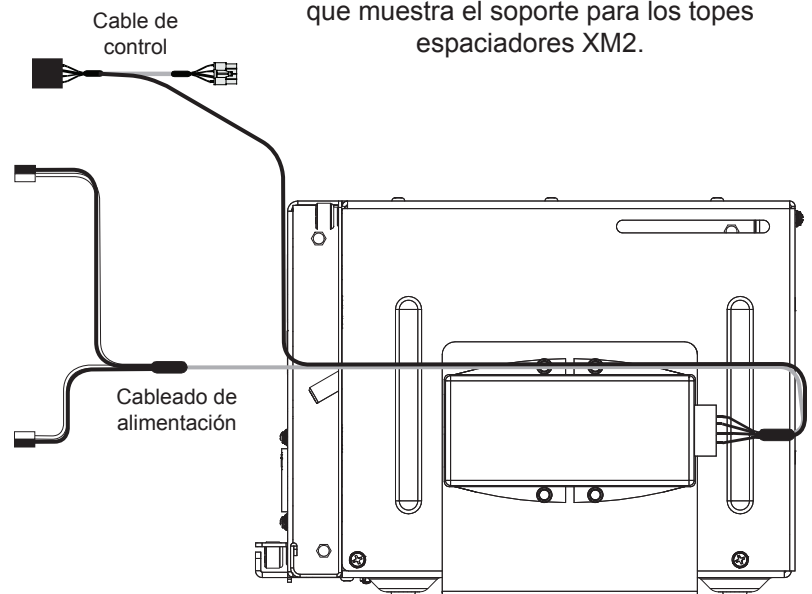

Fig. 3. Vista lateral, inyector PoE instalado, soporte de montaje y cableado de alimentación/control.
3. Conecte el cableado de alimentación/control al receptáculo de 5 clavijas del inyector en este momento (consulte la Fig. 3) Coloque el soporte del inyector PoE bajo la fuente de alimentación y centre el soporte. Direcione el cableado de alimentación/control arriba o debajo del inyector.